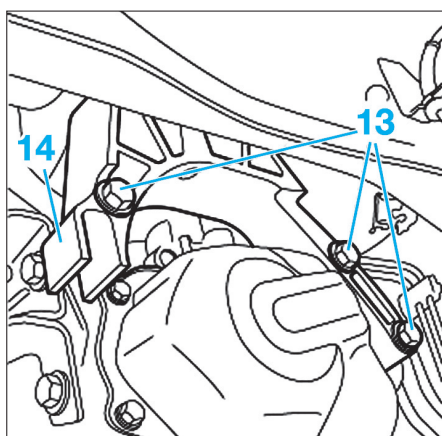

Fig. 8
- Déposer le silentbloc (12).
- Déposer les vis de fixation (13) et déposer le support rigide du groupe motopropulseur (14) côté boîte de vitesses (Fig.8).